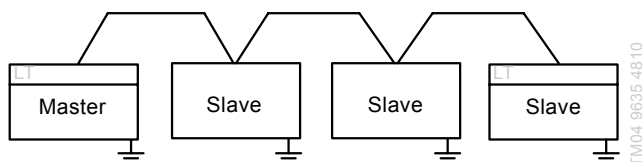

Fig. 2 Beispiel für ein Profibus-Abschnitt mit Abschlusswiderstand
Die bevorzugte Profibus Busstruktur ist das Linienetz, wie in Abb. 2 dargestellt. Die Endgeräte eines jeden Busabschnittes müssen einen Linienabschluss (LT) besitzen. Zudem muss jedem Gerät eine eindeutige Adresse [1-126] zugeordnet werden. In jedem Busabschnitt können bis zu 32 Profibus-Geräte angeschlossen werden. Bei Verwendung eines Verstärkers können an diesen weitere 32 Geräte angeschlossen werden. Bei der Verwendung von Verstärkern wird die Anzahl der insgesamt in einem Busabschnitt installierbaren Geräte durch die maximal zur Verfügung stehenden Adressen begrenzt. Es ist unbedingt darauf zu achten, dass alle Profibus-Geräte eines Netzwerks an das gleiche Erdungspotenzial angeschlossen sind.
Um eine stabile und zuverlässige Übertragung zu gewährleisten, dürfen nur die Abschlusswiderstände des ersten und letzten Geräts im Profibus-Netzwerk eingeschaltet sein. Siehe Abb. 2.